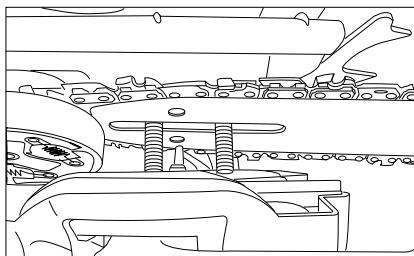

Рис. 9
9. Встановіть назад захисну кришку разом зі щитком гальма ланцюга таким чином, щоб болти вставали в призначені для них отвори, а регулювальний штифт натягу ланцюга вставав в нижній отвір шини (рис. 9).